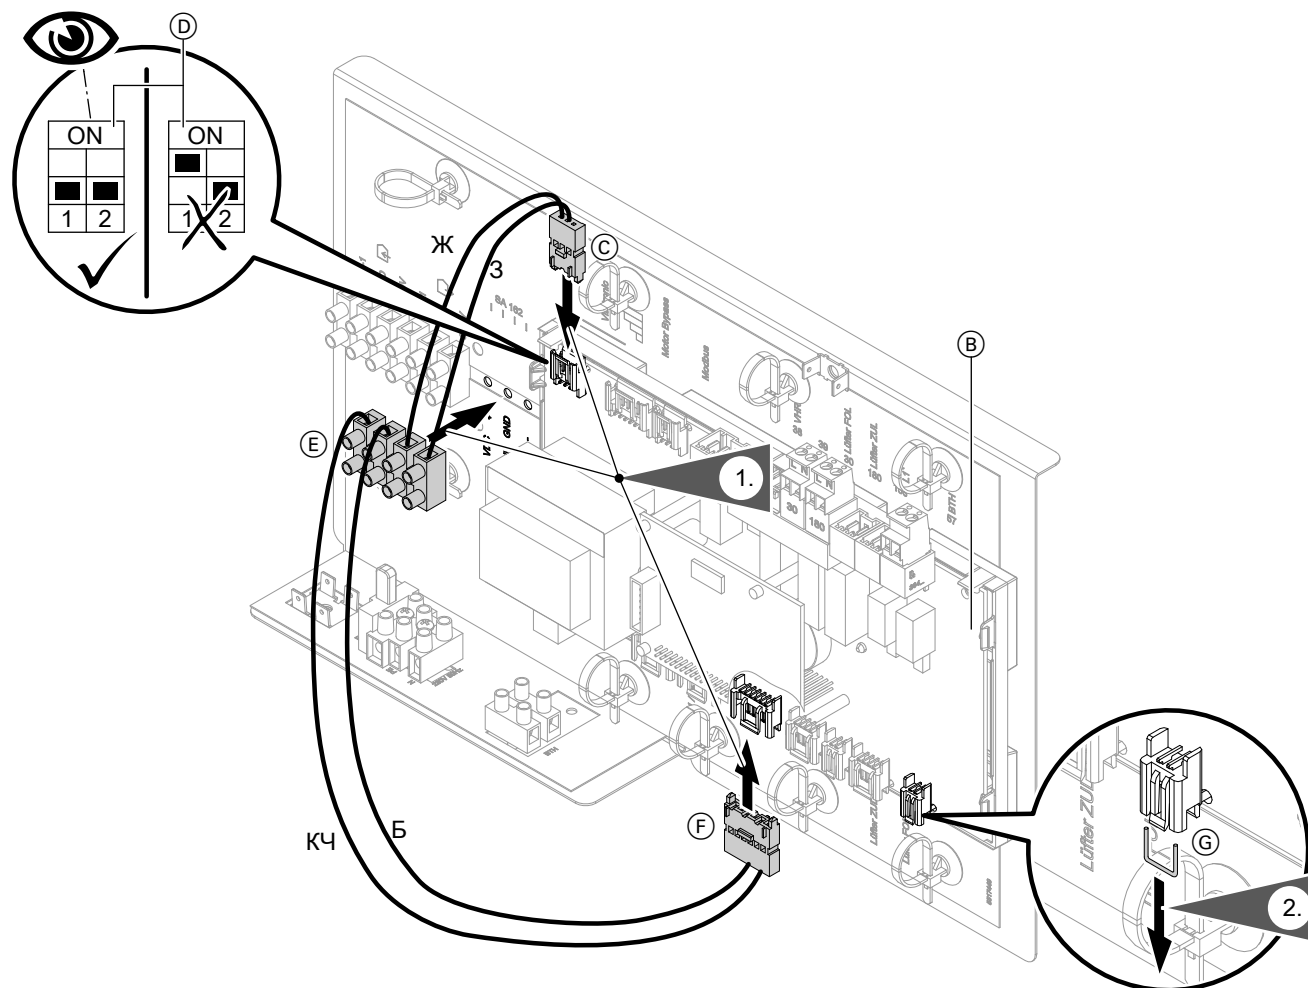

Рис. 3
- Установить кодовый переключатель Ⓓ согласно рис. 3.